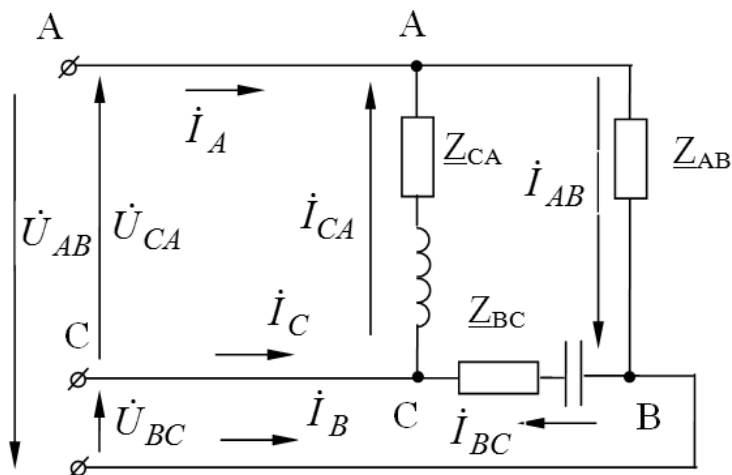

Рисунок 17 – Схема трехфазной электрической цепи к задаче 1
**Задача 1.** К трехфазной линии электропередачи, линейные напряжения которой симметричны:  $U_{AB} = U_{BC} = U_{CA} = 220$  В, присоединены три приемника энергии по схеме треугольник (рисунок 17). Комплексные сопротивления этих приемников  $Z_{AB} = 22$  Ом;  $Z_{BC} = 19 - j11$  Ом;  $Z_{CA} = 19 + j11$  Ом. Определить линейные и фазные токи в цепи и построить векторную диаграмму.